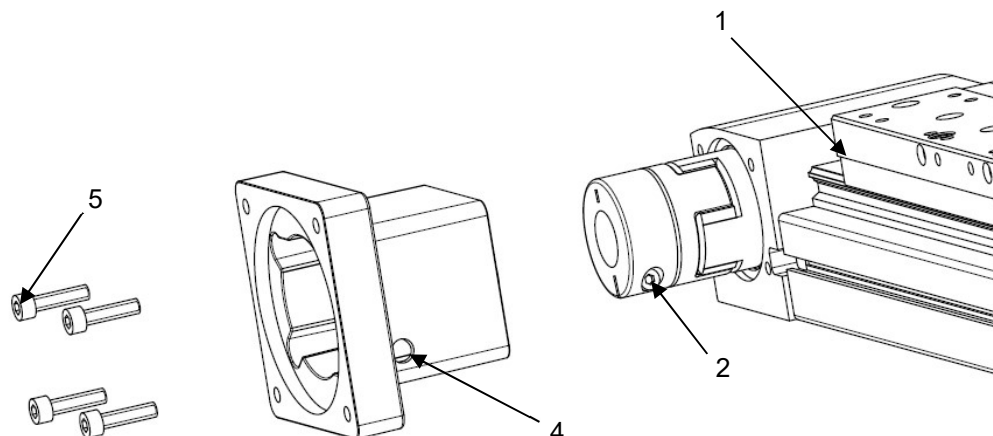

Рисунок 4 – Установка корпуса
- 2) Установите корпус монтажного комплекта (поз. 4) на модуль (поз. 1) с помощью винтов (поз. 5) (см. рисунок 4).